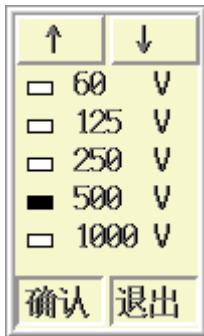

图 2.8 选择发射电压
操作：可以直接用③、④键来修改，也可以按确认键调出发射电压选择界面（如图 2.8 所示）进行选择。